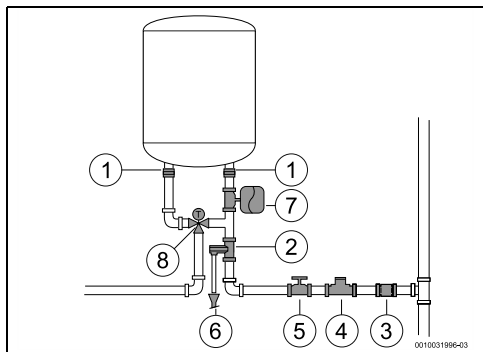

Fig. 10
- Se recomienda instalar una válvula termostática (fig. 10, [8]) en el tubo de descarga del aparato si se utilizan tubos PEX. Ajustarla para cumplir con el rendimiento del material usado.
- ▶ No instalar nunca accesorios (diferentes a los que se muestran en la fig. 10) entre la válvula de seguridad y la entrada de agua fría (lado derecho) del aparato.
- ▶ Instalar un reductor de presión (fig. 10, [4]). La válvula de seguridad se activará siempre que la presión de agua dentro del aparato se sitúe por encima de 8 bar (± 1 bar), por lo que será necesario planificar una forma para vaciar esta agua.
- ▶ Instalar un vaso de expansión (fig. 10, [7]) para impedir que la válvula de seguridad se abra con tanta frecuencia. El volumen del vaso de expansión debería ser equivalente al 5 % del volumen del aparato.